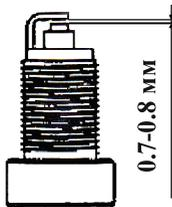

рис. 6
7.3.3 Рекомендуется проверить величину межэлектродного зазора, которая должна быть около 0.7...0.8 мм (рис. 6). При существенном отличии измеренной величины зазора указанным требованиям заменить свечу.